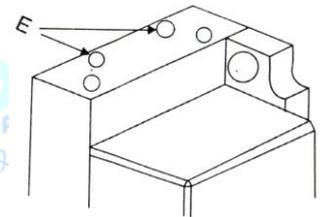

图 3-8
⑤ 接通电源，再次试线，试线正常之后一定要再次紧固遮光片上的螺丝，盖上面板紧固面板螺钉。
⑥ 另外，ZDBX-1 型的遮光片是条形的，调整方法相同，方法一致。
⑦ 最后建议可户不要频繁地调整零点，以免操作损坏机器，而应通过程序的误差补偿来调整。
⑧ 刀架的润滑 每天开机前必须往图 3-8 “E” 所示的孔内注入一定量的润滑油。（-5 型，-10 型要先松开“E”上的螺钉。）